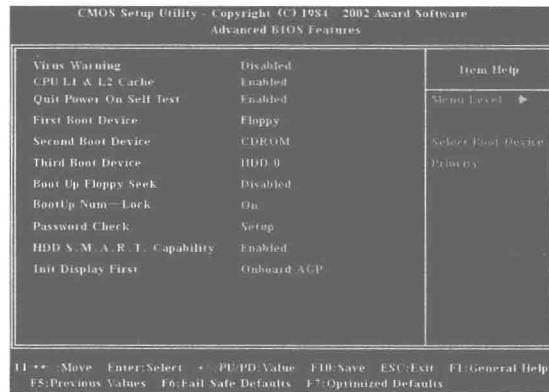

图 1.31 BIOS 特性设置
(2) 设置启动设备顺序。在 BIOS 主菜单中选择“Advanced BIOS Features”，进入 BIOS 特性设置，如图 1.31 所示。
(3) 设置密码。在 BIOS 主菜单中选择“Advanced BIOS Features”选项，进入 BIOS 特性设置，然后选择如图 1.31 所示的“Password Check”选项。